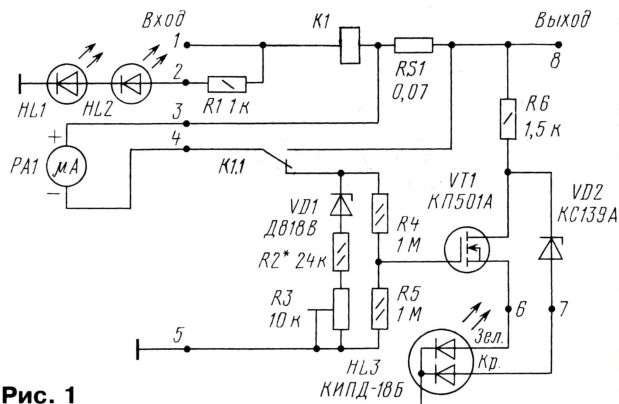

Рис. 1
Схема измерительного узла показана на рис. 1. В режиме приема (RX) микроамперметр PA1 включен как вольтметр с добавочным сопротивлением  $R_{доб} = R_2 + R_3$ . Прецизионный стабилитрон VD1 вычитает из измеряемого напряжения около 9 В, обеспечивая «растяжку» шкалы вольтметра. Резисторы R4 и R5 практически не влияют на измерения. В указанном состоянии ключ на транзисторе VT1 открыт, поэтому индикатор HL3 светится зеленым цветом. Стабилитрон VD2 устраняет незначительную подсветку красного кристалла. При переходе трансивера в режим передачи (TX) происходит срабатывание герконового реле K1 и стрелочный прибор начинает функционировать как амперметр с измерительным шунтом RS1. Транзистор VT1 закрывается, и свечение индикатора HL3 меняется на красный цвет.